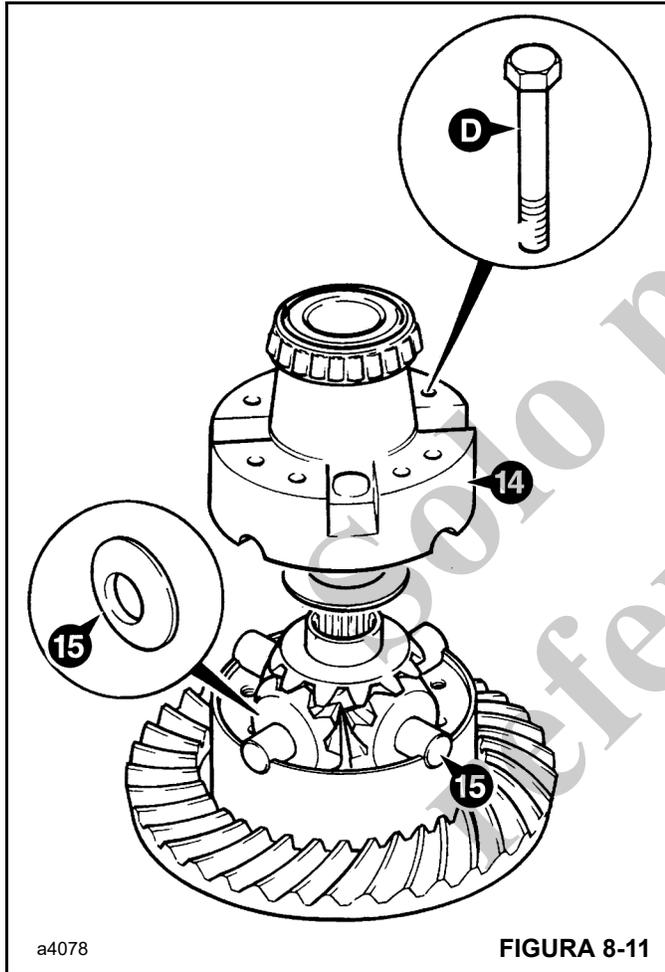

FIGURA 8-11
13. Para desarmar el conjunto de diferencial, primero retire los pernos **D** (Figura 8-11).